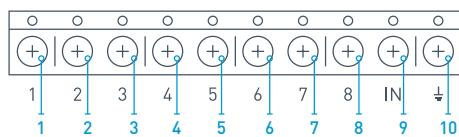

РИС. 17. Основные выходы и вход IN приемника
6.2. При помощи обычных проводов выходы приемника (РИС. 17, 18) соединяются с входами централи сигнализации. Таким образом выходы приемника становятся аналогом обычных проводных датчиков для входов централи. При сработке беспроводного датчика, он отправляет сигнал на приемник ocBridge, который обрабатывает его и размыкает (по умолчанию, также выход может быть настроен на замыкание) соответствующий датчику проводной выход. Централь сигнализации воспринимает размыкание выхода как размыкание шлейфа датчика и выдает тревогу. Если указано, что зона централи должна иметь сопротивление между выходом приемника и зоной централи, следует последовательно включить резистор с номиналом, соответствующим инструкции к централи. **При подключении проводов соблюдайте полярность!**
6.3. Выходы с номерами 1–8 (РИС. 17) соответствуют 8 условным основным охранным зонам.